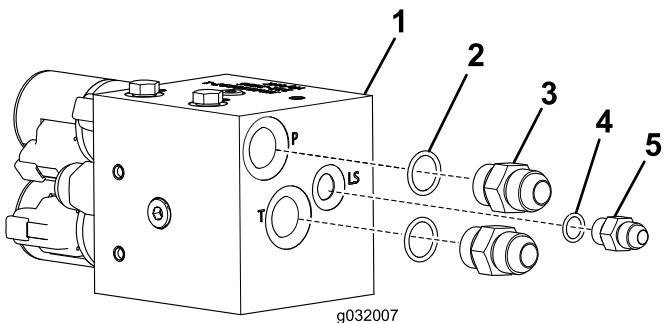

Рисунок 1
- Установите малый прямой штуцер и два больших прямых штуцера в электромагнитном клапане, как показано на Рисунок 1.